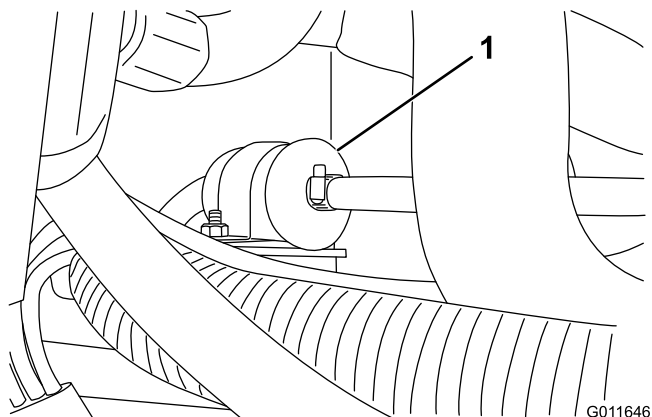

Bild 50
- Lösen Sie die Schlauchklemmen an beiden Seiten des Filters und ziehen Sie die Kraftstoffleitungen vom Filter ab (Bild 50).